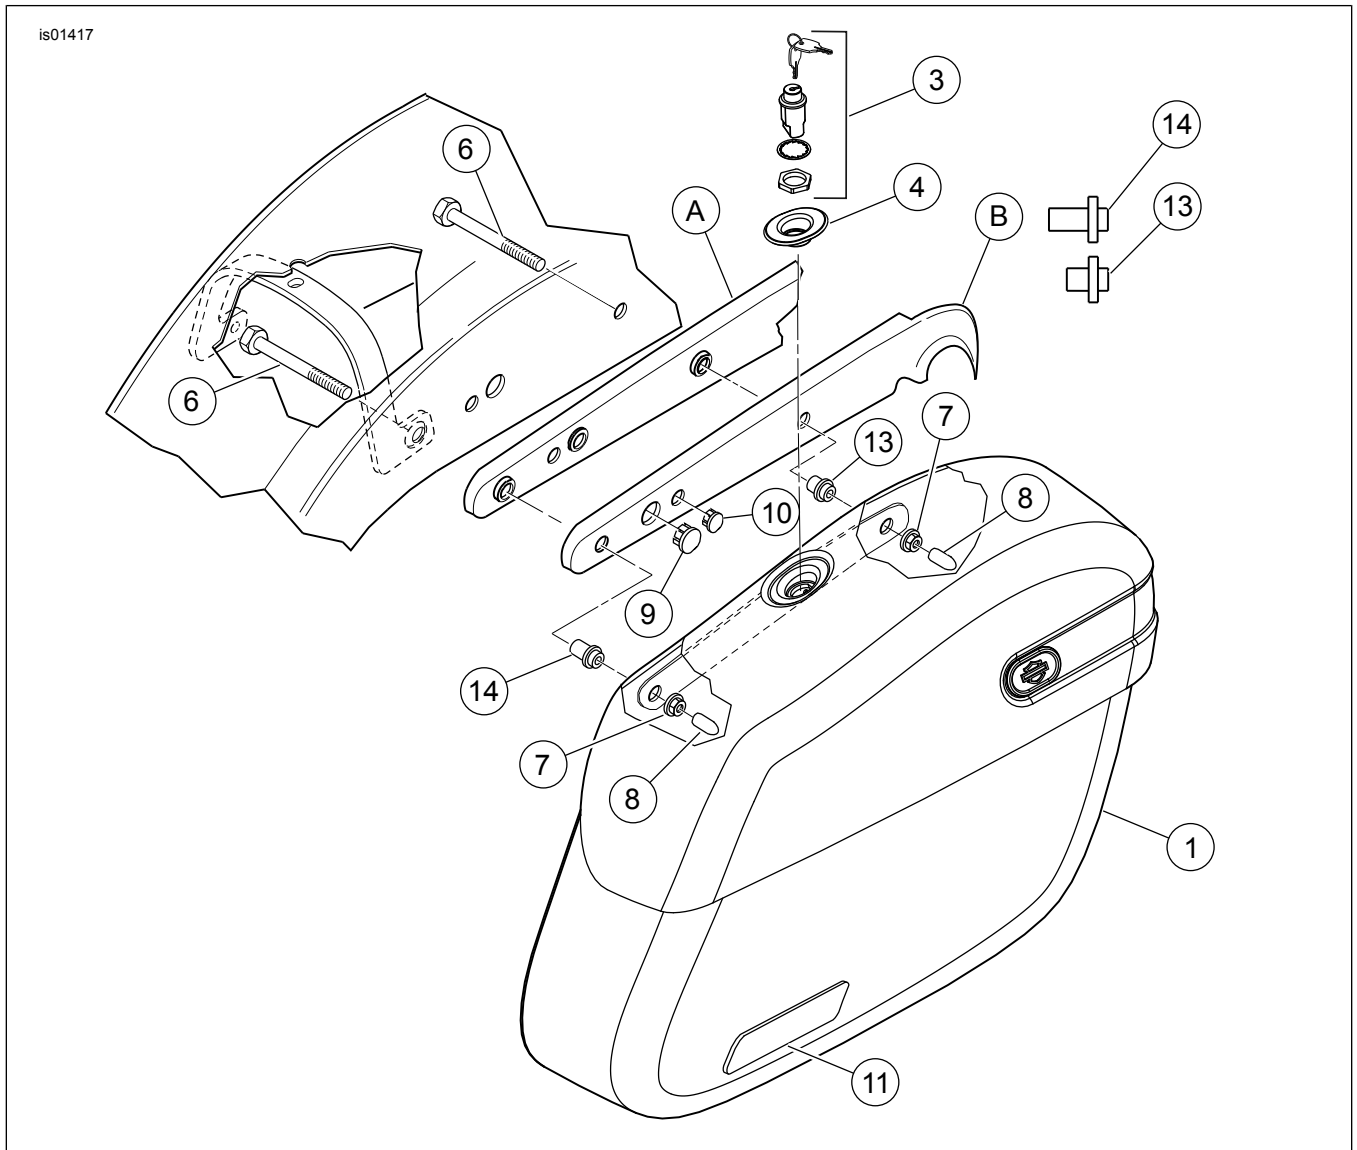
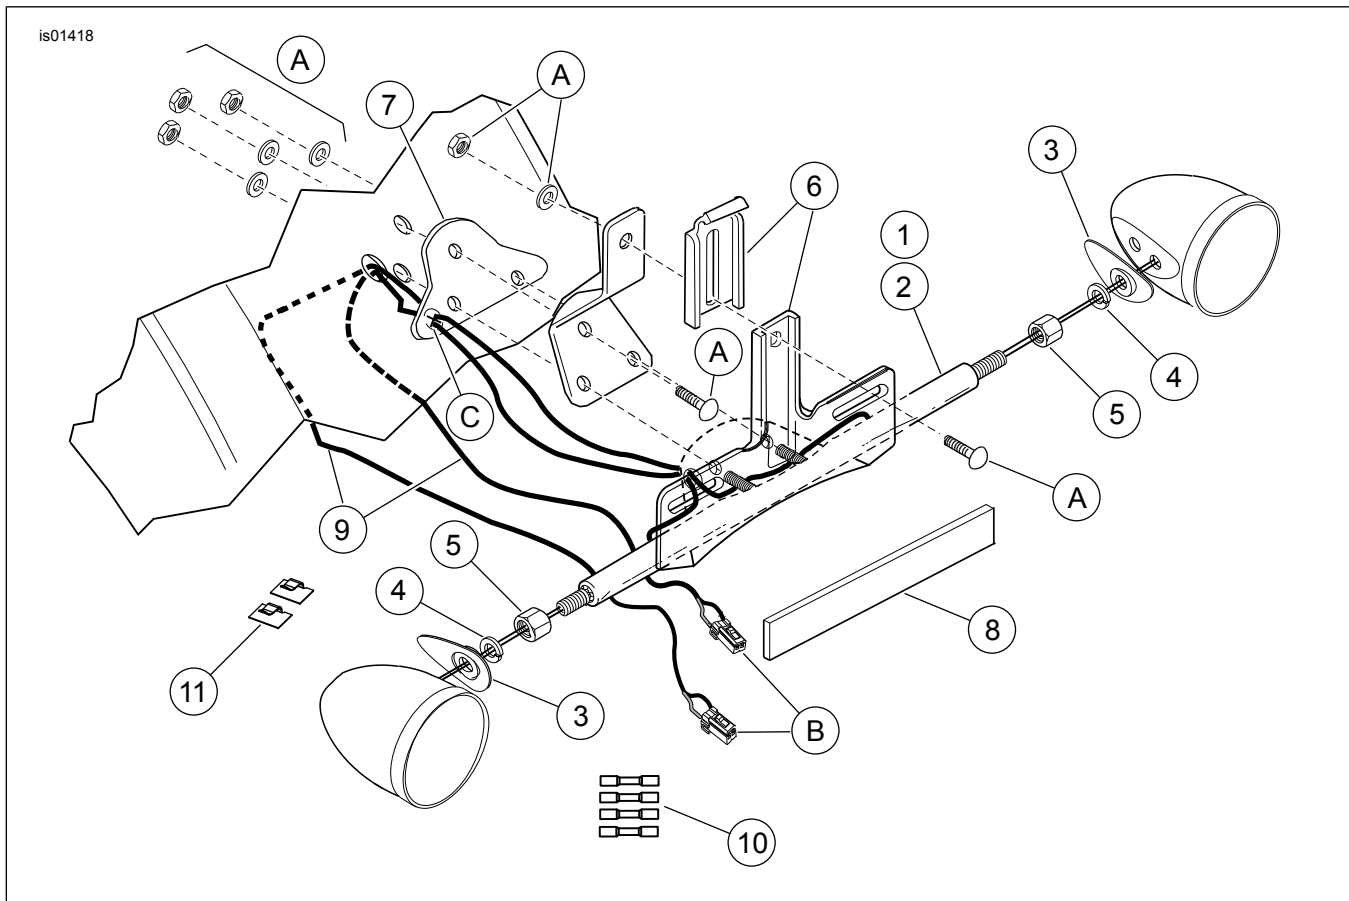

Figure 5. Pièces détachées : kits de sacoches en cuir Sportster
Figure 6. Pièces détachées : kits de sacoches en cuir Sportster
Voir la Figure 5, le Tableau 1 et la Figure 6, le Tableau 2.
1. Voir la Figure 6. Retirer le support de plaque d'immatriculation présent sur le garde-boue en notant comment l'ensemble est configuré. Jeter le support de plaque d'immatriculation mais conserver les autres pièces de visserie pour l'installation du nouveau support de plaque d'immatriculation fourni dans le kit.
1. Voir la Figure 5. À partir du dessous du garde-boue, installer deux vis (6) du kit à travers le garde-boue et dans le support de garde-boue et le couvercle, là où deux vis avaient été précédemment retirées.
2. Avec l'extrémité courte des bagues orientée vers l'extérieur, installer la bague courte (13) sur la vis avant et la bague longue (14) sur la vis arrière. Glisser la sacoche sur les vis jusqu'à ce que les bagues soient installées sur le support de sacoche. Visser les contre-écrous à collet (7) sur les vis à l'intérieur de la sacoche. Serrer les deux contre-écrous à collet à un couple de 33 à 37 N·m (24 à 27 lb·pi). Installer le capuchon de protection de filetage (8) sur les extrémités de vis.